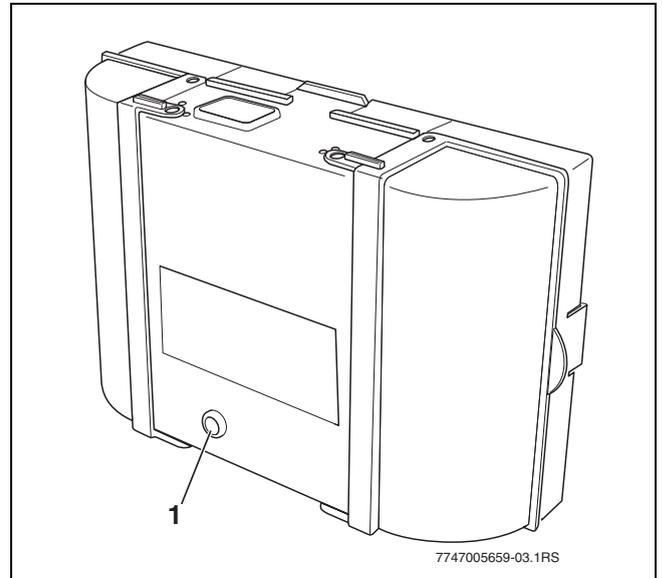

Bild 3 Störungen am Feuerungsautomat SAFe zurücksetzen
- Entstörtaster am Feuerungsautomat SAFe (→ Bild 3, [1]) drücken, um die Störung zurückzusetzen.